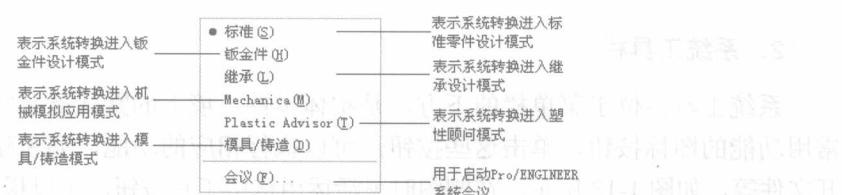

图 1-9 应用程序菜单
(7) 应用程序菜单：用来切换标准模块与其他应用模块之间的输入方式，包括标准、钣金件和继承等操作，如图 1-9 所示。